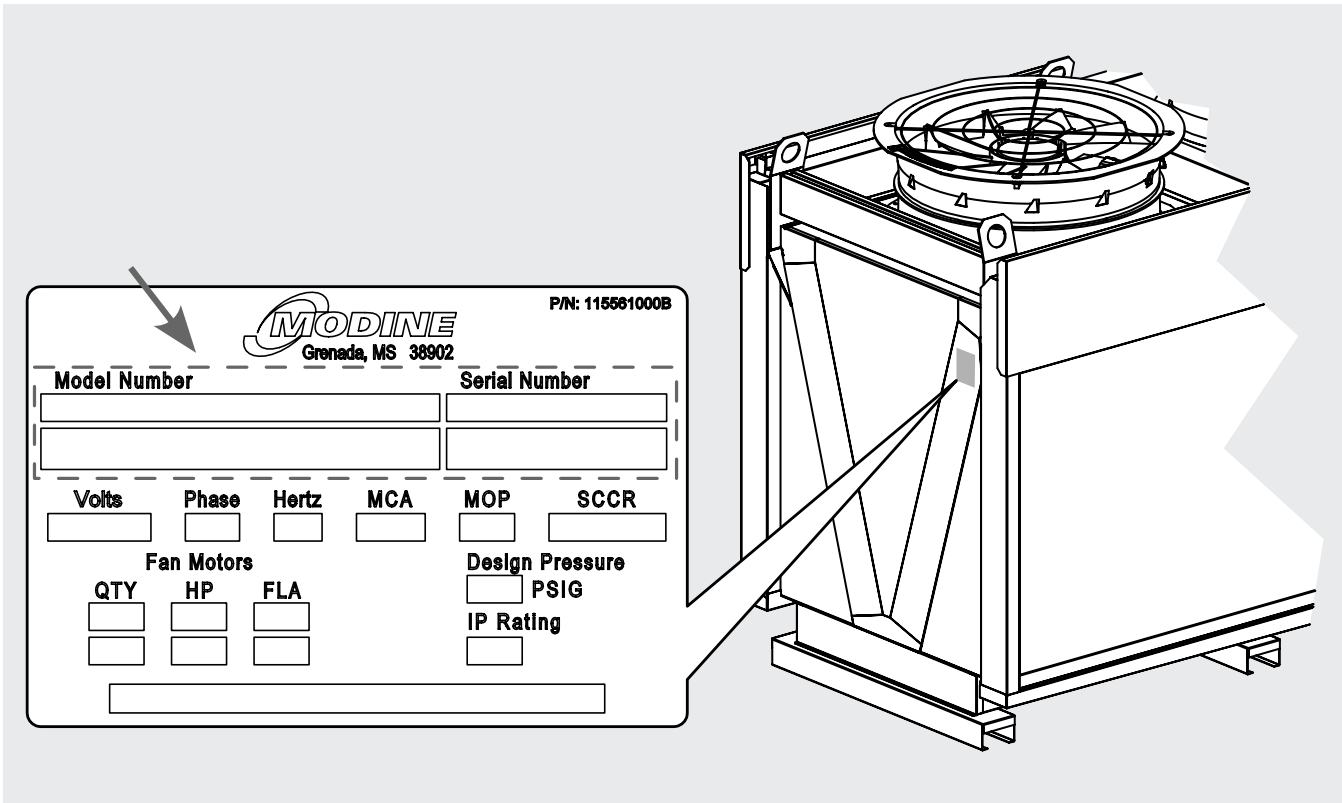

Figure 3
3.1 Pour toute communication, demande d'assistance ou de pièces détachées, indiquer le nom du modèle et le numéro de série figurant sur la plaque signalétique, voir la Figure 3: